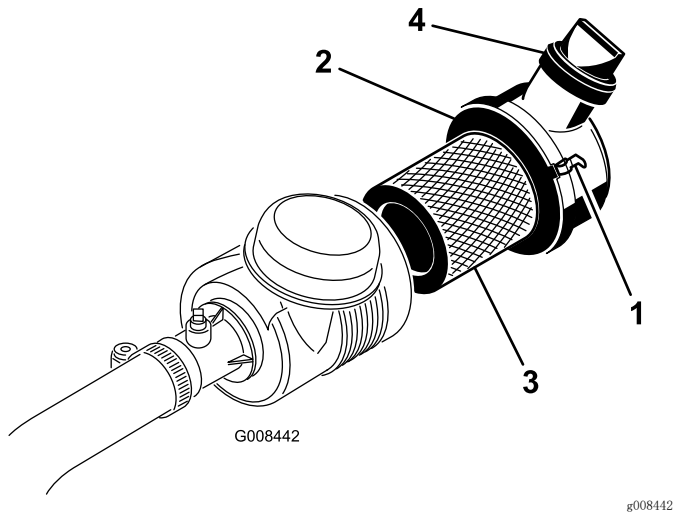

图 30
1. 松开将空气滤清器盖固定到空气滤清器壳体上的门锁（图 30）。
7. 确保门锁将盖子固定到壳体上（图 30）。